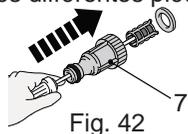

Fig. 42
1. Enlevez le connecteur du tuyau (7) de l'arrivée d'eau (5).
2. Utilisez un outil humide pour démonter le connecteur du tuyau (7) (Fig. 42).